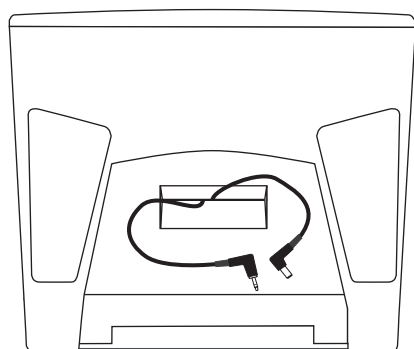

figure 1
Tel qu'indiqué dans la Figure 1 (à gauche), le panneau supérieur des Expedition EXL250, XPL200 et XPL300 possède un compartiment pré-câblé pouvant accueillir l'un des trois différents récepteurs sans fil de Samson : les modèles UHF UM1 ou AM1. Le signal de sortie du récepteur sans fil installé dans l'EXL250 est acheminé à la voie 2 du mélangeur intégré.
- 1 Retirez le cache du compartiment sans fil en le dégageant du panneau supérieur de l'enceinte Expedition. (voir figure 1)